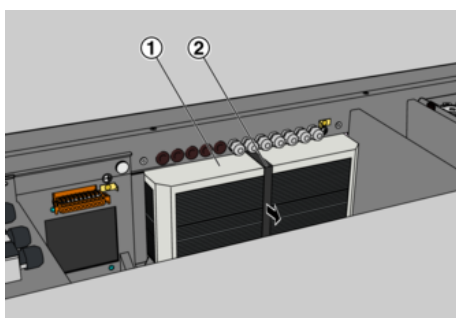

Abb. 48:
8. ▶ Wärmerückgewinner (Abb. 48/1) an der Lasche (Abb. 48/2) in Pfeilrichtung herausziehen und nach oben entnehmen.
Wärmerückgewinner (Abb. 48/1) mit warmem Wasser (max. 40 °C) ausspülen (z. B. mit einem handelsüblichen Duschkopf).